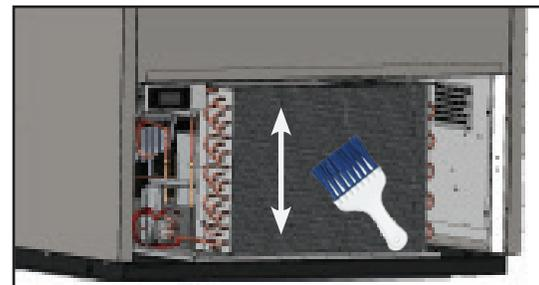

Fig. 3. Nettoyage de la batterie de condenseur.
4. Nettoyez soigneusement les saletés accumulées sur les ailettes avant du serpentin du condenseur avec une brosse à poils durs. Voir Fig. 3.